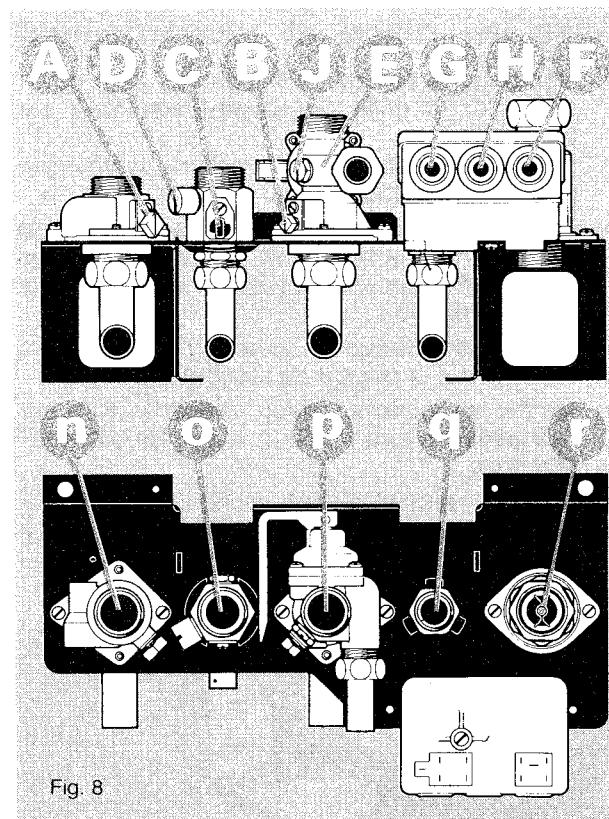

Fig. 8
La plaque de raccordement située au-dessous de la chaudière est principalement à la disposition des agents de maintenance; elle comprend (voir fig. 8) :
- Le circuit d'évacuation de la soupape devra comporter un dispositif qui rende visible l'écoulement de l'eau. Ce dispositif (par exemple un entonnoir à l'air libre) doit être placé aussi près que possible de la chaudière. Y récolter également l'eau sortant de la sécurité de surpression sanitaire (D fig. 8).
Ouvrir le robinet de vidange prévu au point bas de l'installation. Finir la vidange en appuyant sur le levier de la soupape de sécurité (E fig. 8).
Vidange de la chaudière seule (fig. 8)